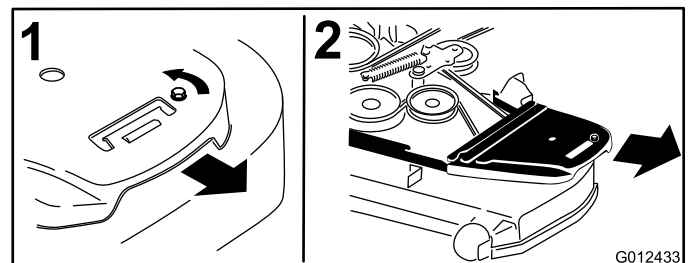

Bild 57
4. Entfernen Sie die Riemenabdeckungen und die Schrauben (Bild 57).